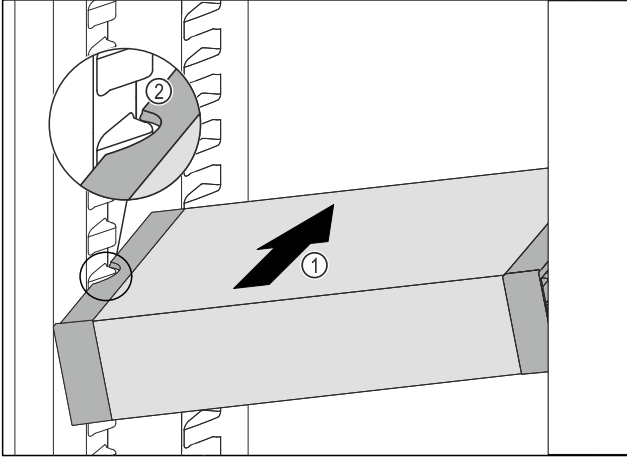

Fig. 99
- VarioSafe çekmecesini, VarioSafe çekmecesinin yandaki boşlukları Fig. 99 (2) soğutma bölümündeki yerleştirme çıkıntıları yüksekliğine gelene kadar eğik bir şekilde soğutma bölümüne sokun Fig. 99 (1).